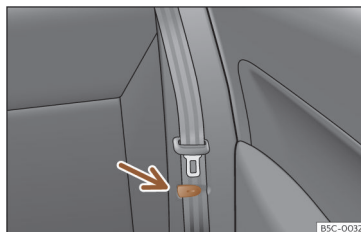

Fig. 107 Banco traseiro: pinça para fixar o cinto de segurança.
- Coloque os cintos de segurança laterais no suporte do revestimento»»» **Fig. 107**.